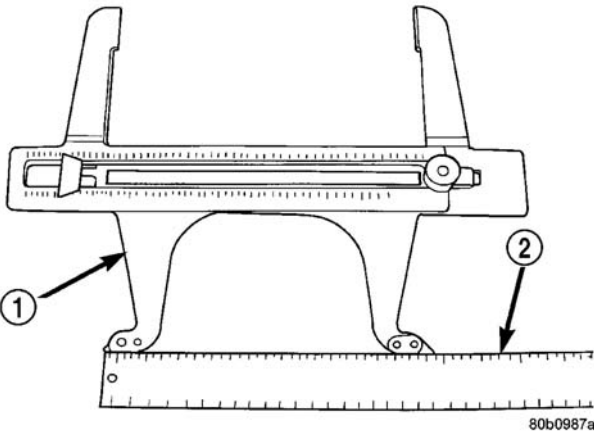

图 149 读出停车制动器制动鼓直径
- （6）使用精度为 1/64 英寸的直尺，从专用工具精确读出停车制动器制动鼓内径的测量值（图 149）。